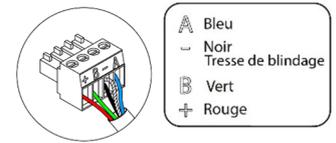

Fig. 36
Pour la connexion du thermostat (5), vous disposez d'une borne à 4 broches. Fixez les câbles à l'aide des vis de la borne, en respectant le code couleur (Fig. 36).